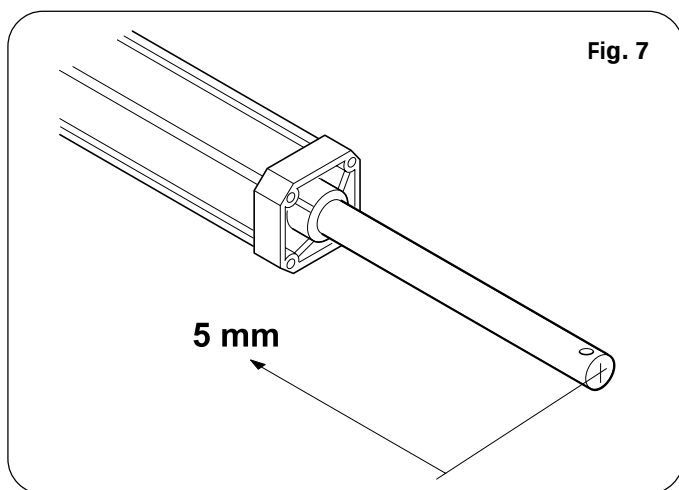

Fig. 7
- 4) Extraire complètement la tige jusqu'à la butée et la faire rentrer d'environ 5 mm (Fig. 7).